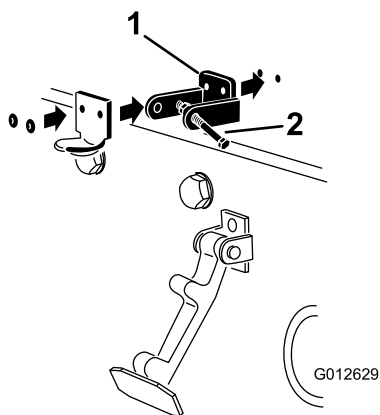

Рисунок 5
4. Совмещая монтажные отверстия, поместите стопорный кронштейн стандарта CE и кронштейн защелки капота на капот (Рисунок 5).
6. Приклепайте кронштейны и шайбы к капоту (Рисунок 5).